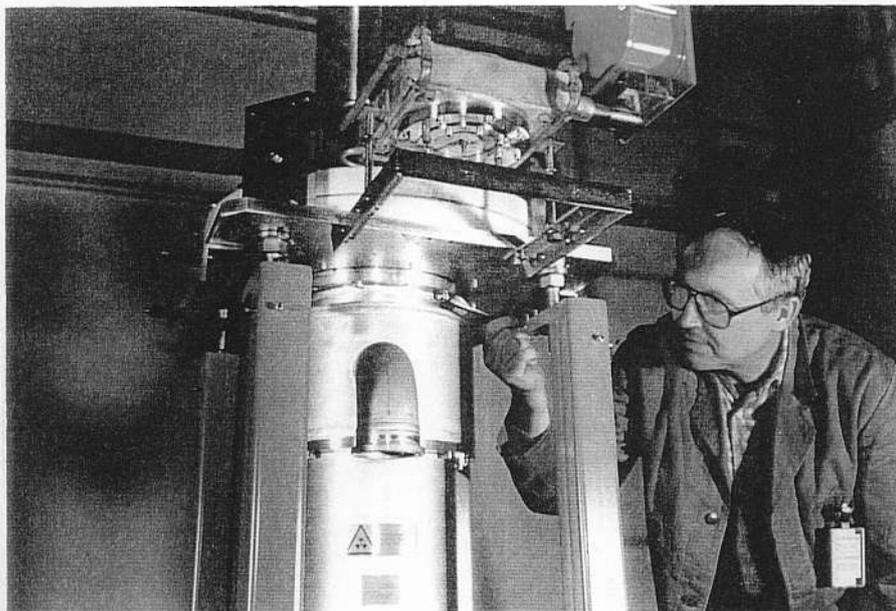

Abb. 24. Anschrauben des Wassermantels an die Röhre
- d) Die Wasseranschlüsse werden ausgerichtet und der Wassermantel mit den dem Wassermantel beiliegenden Sechskantschrauben an die Röhre geschraubt (Abb. 24.).